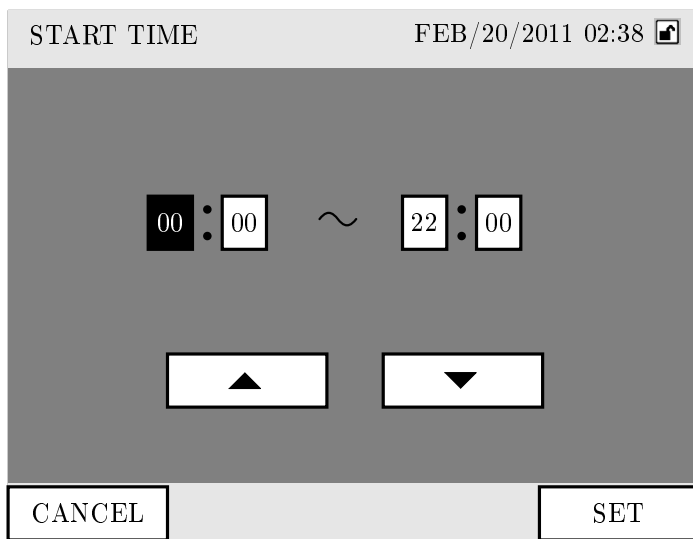

Рис. 4.10: Окно LIMIT (START-END)
- c) LIMIT (START-END) Устанавливает интервал, во время которого может запускаться AIC-последовательность. Нажатием на поле LIMIT (START-END) открывается окно ввода данных (рис. 4.10 на с. 27).